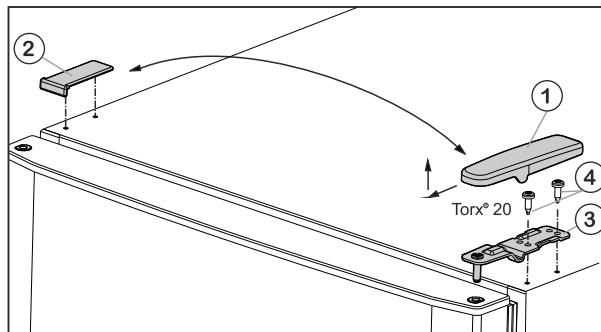

Fig. 5
- Потяните крышку Fig. 5 (1) вперед и вверх.
- Снимите крышку Fig. 5 (2).
- Открутите верхний опорный кронштейн Fig. 5 (3) (2 шт. Torx® 20) Fig. 5 (4) и вытяните вверх.
- ▶ Установите верхний опорный кронштейн Fig. 5 (3) на новой стороне шарнира и защелкните в дверце.
- ▶ Привинтите верхний опорный кронштейн **(с моментом 4 Нм)** (2 шт. Torx® 20) Fig. 5 (4). При необходимости используйте аккумуляторный шуруповерт.
- ▶ Наденьте и защелкните крышку Fig. 5 (1) на противоположной стороне снаружи.
- ▶ Также наденьте сверху и защелкните крышку Fig. 5 (2) на противоположной стороне.